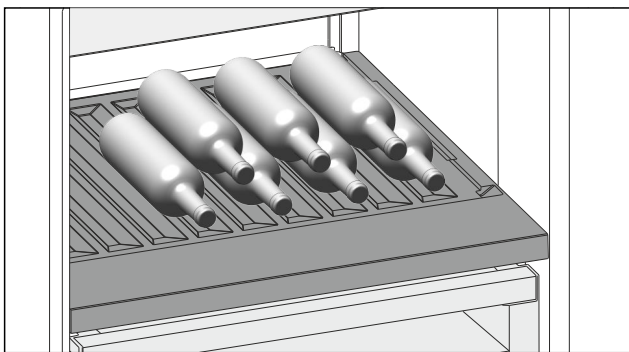

Fig. 103 Beispielhafte Darstellung
- ▶ Flaschen mit dem Boden nach hinten zur Rückwand einlegen. (siehe Fig. 103)